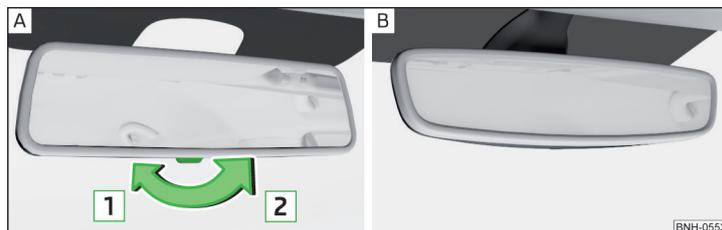

Fig. 52 Retrovisor interior: con ofuscación manual / con ofuscación automática
**Espejo con ofuscación manual** » fig. 52 - A
La ofuscación del espejo » fig. 52 - B es manejada automáticamente después del encendido del motor.